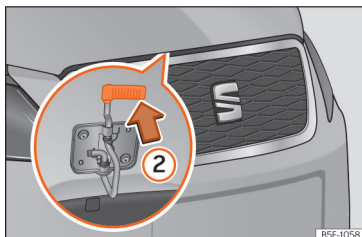

Fig. 285 Leva sotto il cofano del vano motore.
- Per sollevare il cofano del vano motore, tirare verso l'alto la levetta sporgente da sotto il cofano stesso »» fig. 285 ②. Il cofano viene disimpegnato dal gancio che lo trattiene.